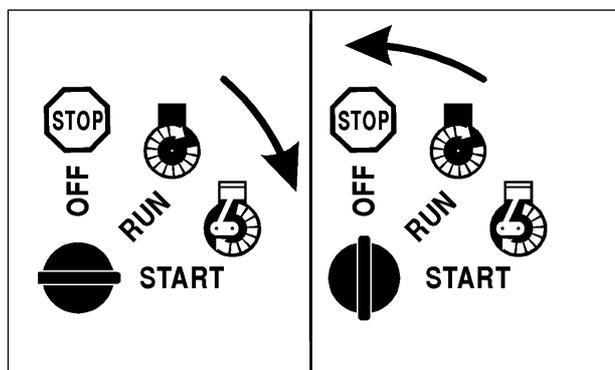

Abb. 18
6. Drehen Sie den Zündschlüssel in Richtung START (Abb. 18), und geben Sie den Schlüssel frei, sobald der Motor gestartet ist. Nicht länger als 15 Sekunden pro Minute ununterbrochen starten, da der Anlasser sonst überhitzt. In diesem Fall den Anlasser zwei Minuten abkühlen lassen.
Sie können die Scheinwerfer mittels dem Lichtschalter (Abb. 11, Pos.c) einschalten, wenn sich der Zündschlüssel in Position befindet (Abb. 18).